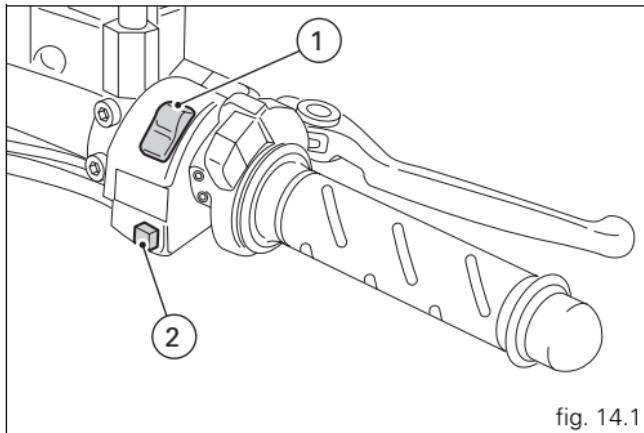

fig. 14.1
- 1) Si el sistema reconoce el código, el testigo (6, fig. 4.1) que está situado en el cuadro de instrumentos parpadea; el sistema de protección reconoce el código de la llave y desactiva el bloqueo del motor. Presionando el pulsador START (3, fig. 14.1), el motor arranca;
## Conmutador derecho (fig. 14.1)